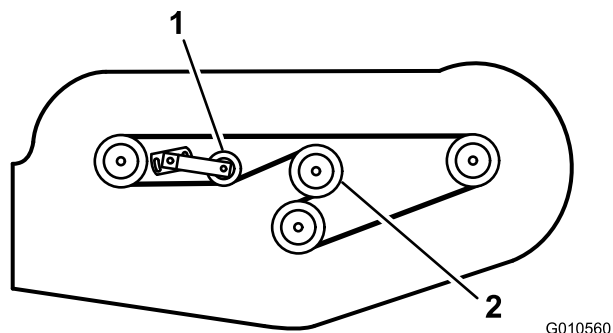

Figure 31
6. Acheminez la nouvelle courroie autour de la poulie de la boîte d'engrenages, des poulies d'axe, de la poulie de tension fixe et de la poulie de tension réglable (Figure 31).